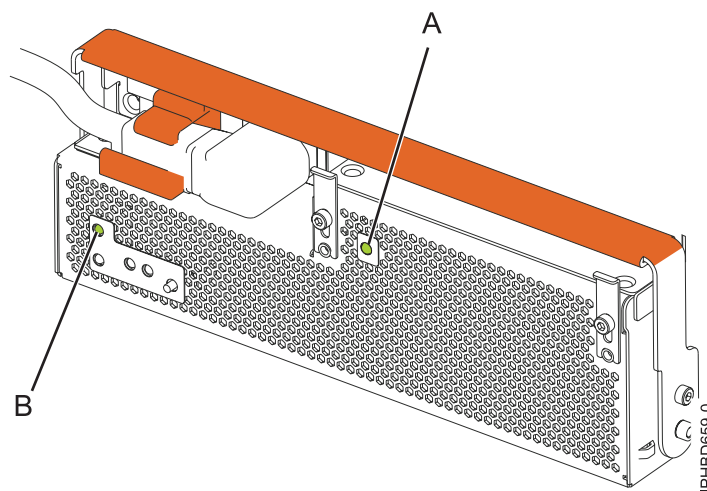

Figure 20. Voyants d'alimentation de l'OCA et de courant alternatif de l'unité d'extension
10. Examinez les voyants relatifs à l'état du courant alternatif **(A)** et à l'alimentation de l'OCA (offline converter assembly) **(B)**, comme indiqué à la figure 20, et effectuez l'une des opérations suivantes, selon le cas :